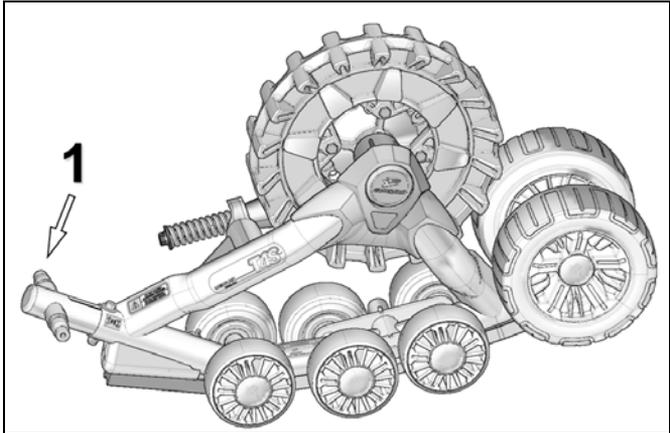

Abbildung 33.
- Nehmen Sie die beiden 241 mm Reifen (1) vom Kettenspanner ab. Siehe Abbildung 33.